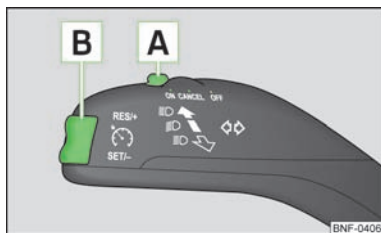

Fig. 66
- Rode o interruptor **A** » Fig. 66 para a posição **ON**.
- Pressione a tecla **B** » Fig. 66 na posição **RES**.
- A velocidade memorizada pode ser **reduzida**, pressionando a tecla **B** » Fig. 66 na posição **SET**.
O sistema de regulação da velocidade é **temporariamente desactivado**, pressionando o interruptor **A** » Fig. 66 para a posição suspensa **CANCEL** ou carregando no pedal do travão ou da embraiagem.
➤ Pressione o interruptor **[A]** » Fig. 66 para a posição **OFF**.